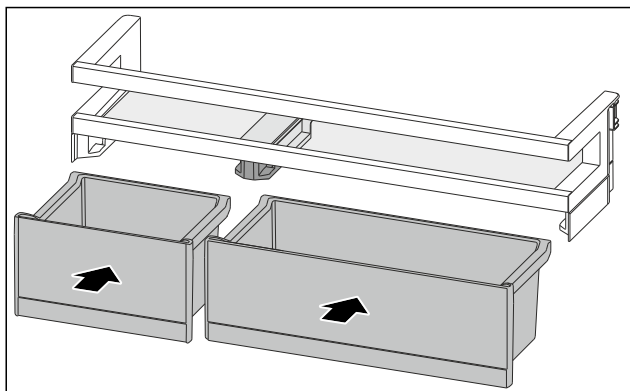

Fig. 143
- ▶ Установите ящики VarioBox, поменяв их расположение. (см. Fig. 143)